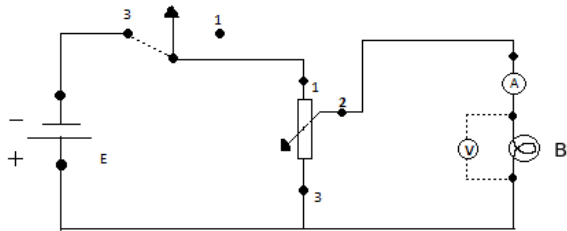

Figura 3.4 – Circuito com uma lâmpada.
- Monte o circuito da Figura 3.4